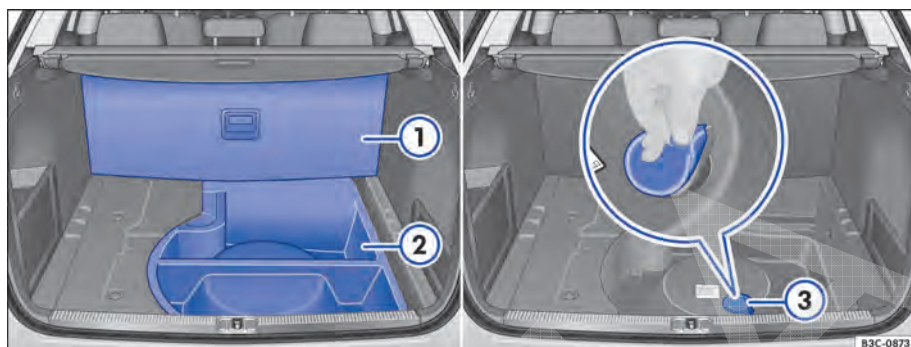
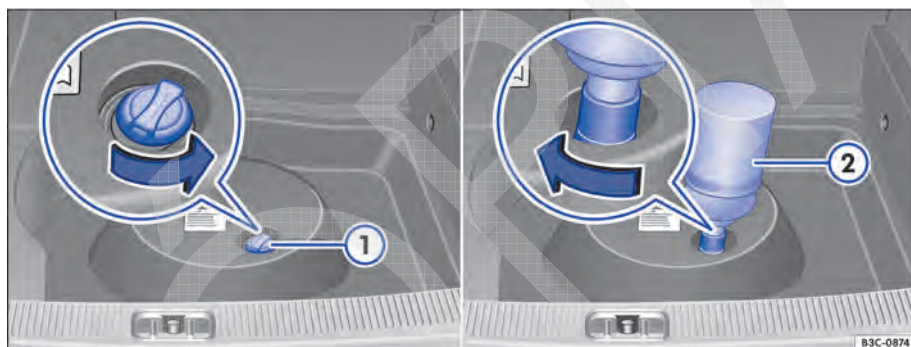

Fig. 191 Compartimento de bagagem com peça de espuma e reservatório de AdBlue.
Fig. 192 Embaixo da peça de espuma no compartimento de bagagem: tanque AdBlue com tampa do bocal de abastecimento e frasco de reabastecimento.
⇒ Fig. 191 (1) para cima e empurrá-lo para trás.
- Remover a peça de espuma (2).
- Retirar a vedação (3) do reservatório de AdBlue®.
- Girar a tampa do bocal de abastecimento do reservatório ⇒ Fig. 192 (1) no sentido anti-horário.
- Girar a tampa do bocal de abastecimento do reservatório ① no sentido horário até que ela se encaixe.
- Inserir a vedação cuidadosamente ⇒ Fig. 191 ③.